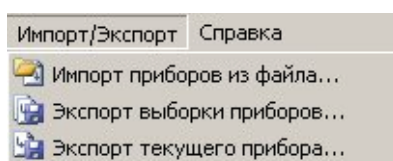
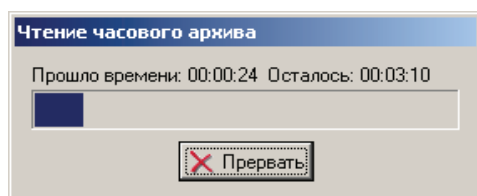

Рисунок 3.73
Рисунок 4.3
3.3.6 Меню **Импорт/Экспорт** Основного окна программы (см. рисунок 3.2) служит для переноса данных о приборе с одного ПК на другой (например, с помощью дискеты) и содержит выпадающий список (см. рисунок 3.73).
Затем автоматически откроется диалоговое окно **Чтение суточного архива** (см. рисунок 3.73), индицирующее процесс считывания данных, далее – окно **Чтение часового архива** (см. рисунок 4.3).